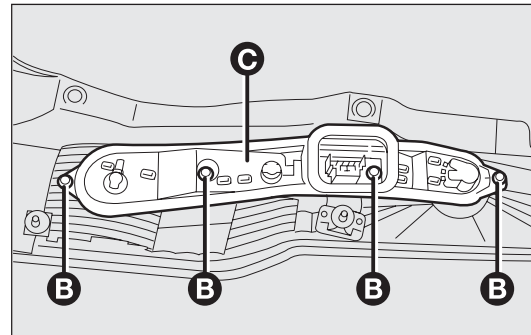

fig. 153
- dévisser les quatre vis B-fig. 153 de leur siège respectif et extraire le porte-lampe C ;